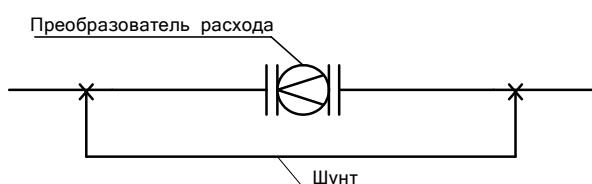

Рисунок 6.5
**Примечание** - отверстия под крепеж должны быть разнесены от вертикальной оси МФ (см. рисунок 6.5).